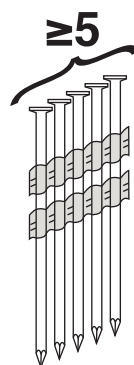

FIG. 4
Ne chargez pas de bandes qui contiennent moins de cinq (5) clous - Fig 4. Ne chargez pas plus de deux bandes de clous.